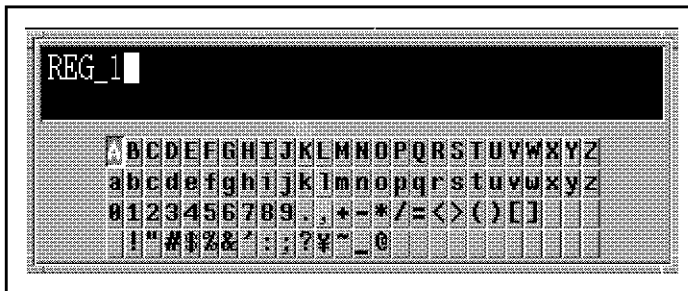

図 7-19 ラベル・ウインドウ表示
- ① **[SAVE]** を押し、セーブ・メニューを呼び出します (A.4 節を参照)。
- ② *{SAVE REGISTER}* を押し、セーブ・レジスタ・メニューを呼び出します。
- ③ *{RENAME REG}* を押すと、ラベル・ウィンドウが表示され、名前編集メニューを呼び出します。
④ 名前編集メニュー
{EDIT NAME} : ラベル・ウインドウ (図 7-19) が表示され、文字編集メニューを呼び出します (⑤を参照)。
- ② **{STORE FILE}** を押し、ストア・ファイル・メニューを呼び出します。
- ③ **{NAME ↑}** **{NAME ↓}** で編集したいファイル名を選択します。
- ④ **{EDIT NAME}** を押し、ラベル・ウィンドウ (図 7-19) が表示され、文字編集メニューを呼び出します。
- ⑤ 文字編集メニュー